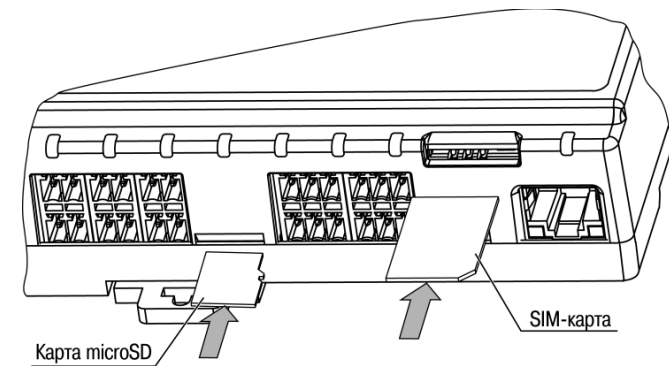

Рисунок 6.3 – Установка microSD и SIM-карты
6.2.6 Подключение microSD/microSDHC карты допускается, в том числе, и при включенном питании КСОД . При этом необходимо программно предусмотреть приостановку работы с картой. Карта устанавливается контактами в сторону DIN-рейки (см. рисунок 6.3).
6.2.7 При использовании GSM/GPRS-модема необходима антенна, подсоединяемая к винтовому гнезду типа SMA. Антенна не входит в комплект поставки и приобретается отдельно. Установку/замену SIM-карты стоит производить при отключенном питании КСОД и питании подключенных к нему устройств. SIM-карта устанавливается контактами в сторону DIN-рейки и скошенным уголком наружу (см. рисунок 6.3). Для извлечения SIM-карты рекомендуется воспользоваться пинцетом.